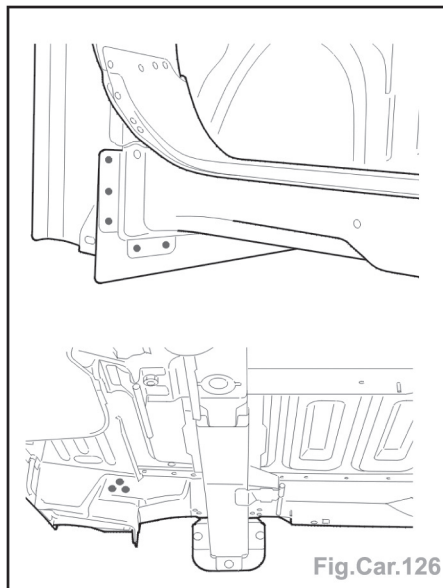

Fig.Car.126
- Souder par points électriques (opération symétrique) (Fig.Car.126).